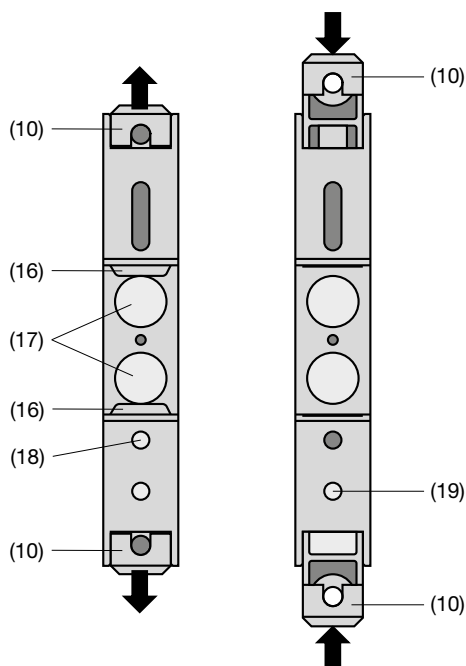

Fig. 8. Fond de l'appareil.
Ensuite tirer en dehors les languettes de fixation (10) en enfonçant en même temps les boutons de verrouillage (18) (voir fig. 8 à gauche).
Pour rentrer si nécessaire les languettes de fixation, il faut enfoncer les boutons de verrouillage (19) et en même temps glisser les languettes de fixation (10) dans la base du boîtier (voir fig. 8 à droite).